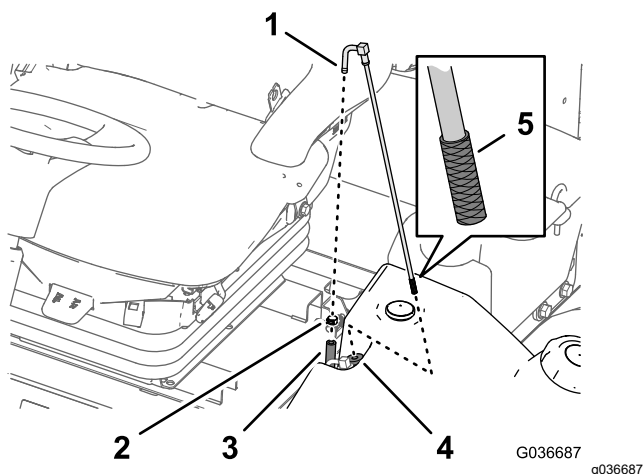

Figura 90
1. Retire a braçadeira de tubos que prende o tubo de alimentação do combustível à união do tubo de recolha de combustível (Figura 90).
2. Separe o tubo da união (Figura 90).
3. Levante o tubo de recolha de combustível do depósito do combustível (Figura 90).
4. Limpe quaisquer detritos no filtro na extremidade do tubo de recolha de combustível (Figura 90).
5. Insira o tubo de recolha de combustível através do casquilho de borracha e no depósito (Figura 90).